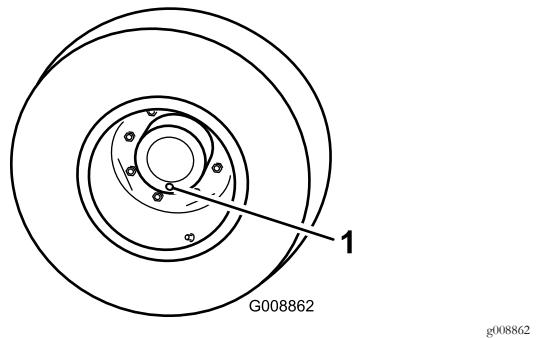

Figura 53
1. Coloque a máquina numa superfície plana, posicione uma roda de forma a que um dos tampões de verificação se encontre na sua posição mais baixa (6 horas) (Figura 53).